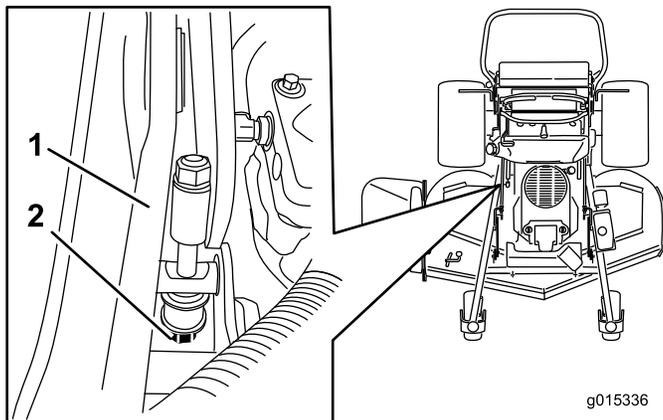

Bild 89
5. Wenn der Wert falsch ist, finden Sie die Schnitthöhenstange an der rechten Seite der Maschine (Bild 89).
6. Stellen Sie die Einstellschraube ein, bis die Messerspitzen 7,6 cm haben, siehe (Bild 89).